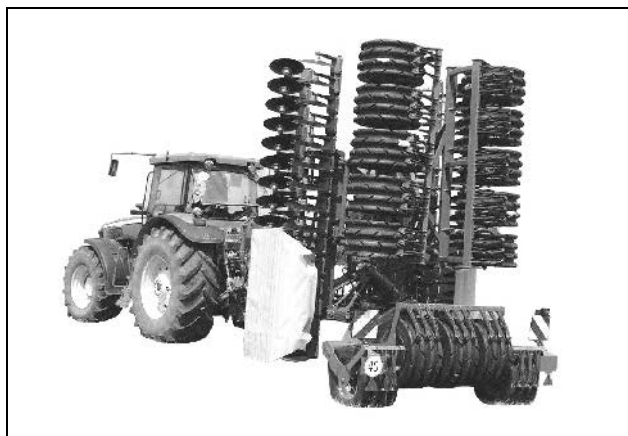

Fig. 26
- **Maskinen i transportläge (Fig. 26)**